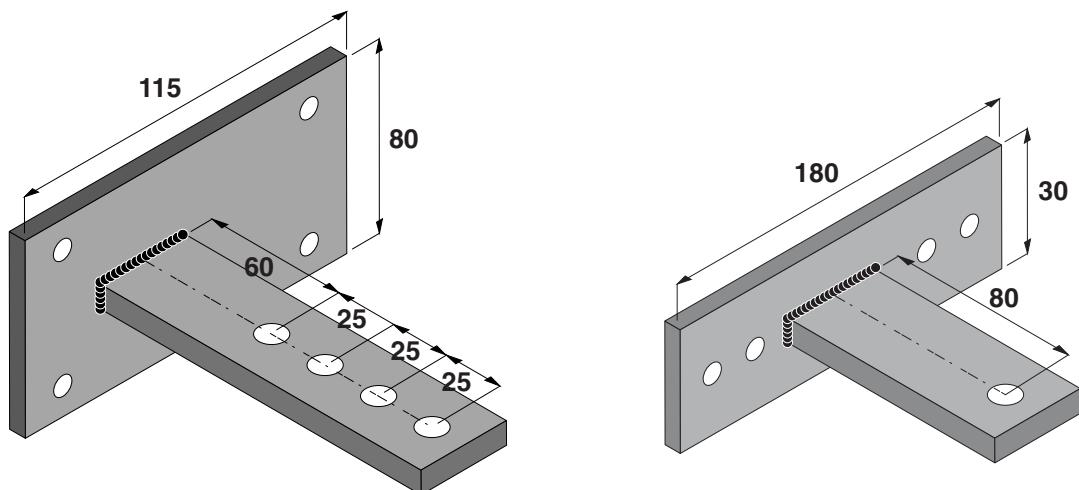

Fig. 2
2.2 Accessori (fig. 2): SILVER PF